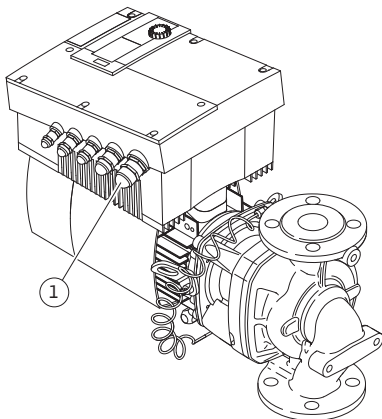

Fig. 27: Kabelschroefverbinding M25
- De netaansluitleiding moet door de kabelschroefverbinding M25 (Fig. 27, pos. 1) worden geleid.